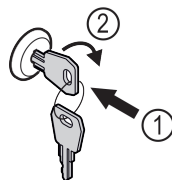

Fig. 150
- ▶ Klíč zasuňte dovnitř Fig. 150 (1).
- ▶ Otáčejte klíčem o 90° ve směru hodinových ručiček Fig. 150 (2).